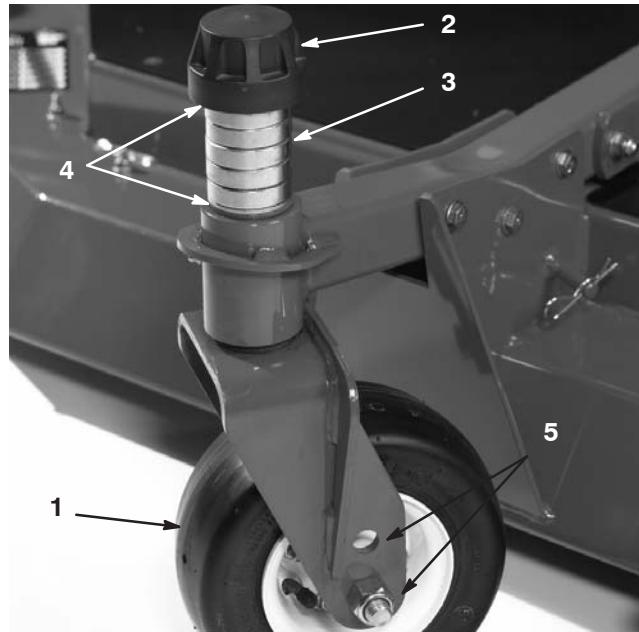
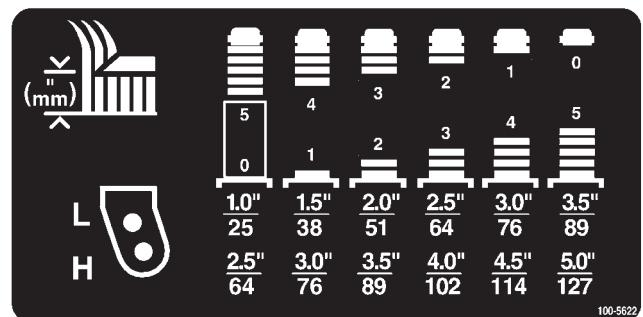

Bild 5
Bild 11
- Nehmen Sie die Druckkappen von den Spindelwellen ab, und schieben Sie die Distanzstücke und Druckscheiben von der Wellen (Bild 5).
- Schieben Sie die Distanzstücke auf die Laufradspindel, um die gewünschte Schnithöhe zu erzielen, siehe Bild 11 für die Kombination aus Distanzstücken für die Einstellung. Schieben Sie eine Druckscheibe auf die Spindel und drücken Sie die Laufradspindel durch den Laufradarm. Setzen Sie eine weitere Druckscheibe und die restlichen Distanzstücke auf die Spindel auf, und bringen Sie die Druckkappe an, um die Baugruppe zu befestigen (Bild 5).